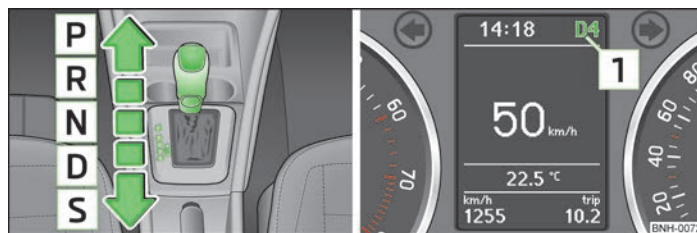

Fig. 70 Selectorul de viteze/Display-ul informativ: Pozițiile selectorului de viteze
Poziția actuală a selectorului de viteze se afișează pe afișajul panoului de bord **1** » fig. 70.
► Apăsați selectorul de viteze din poziția **D** spre dreapta. Poziția selectorului de viteze se afișează, împreună cu treapta de viteză selectată, pe afișajul panoului de bord  » fig. 70 la pagina 79.